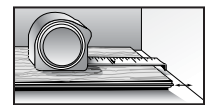

Figure 4
2. Commencer à droite, la languette face au mur et placer soigneusement la première planche en place. Utiliser des cales ou des chutes de 1/2 pouce (Figure 4) le long du mur pour maintenir la planche en place tout en prévoyant le jeu de dilatation nécessaire.